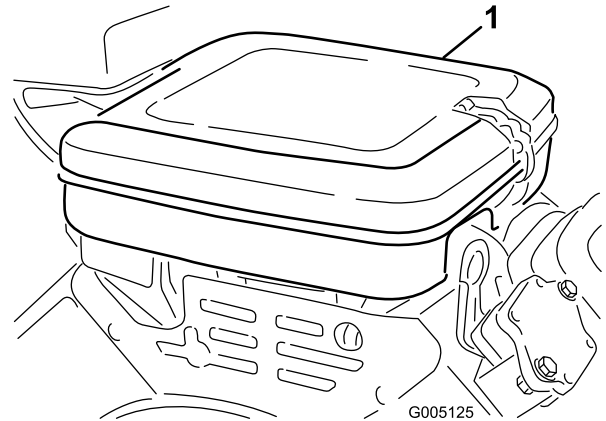

Figure 32
1. Ouvrez les clips de verrouillage et enlevez le couvercle du filtre à air (Figure 32). Nettoyez soigneusement le couvercle.